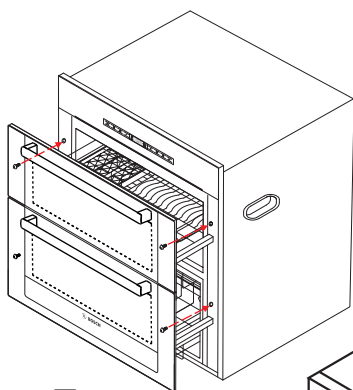

图1
- ❑ 按图1所示打开消毒柜的柜门。用螺丝刀、扳手等工具拆卸左右两侧的四套运输螺钉和螺母。